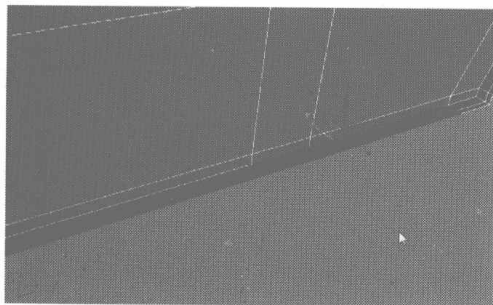
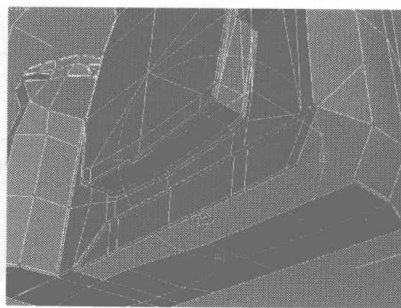

图 6.321
图 6.322
- 04** 删除底部挤压后的面，如图 6.321 所示，再用 Cut 命令添加如图 6.322 所示的细分线，并将添加的细分线上的节点进行焊接。